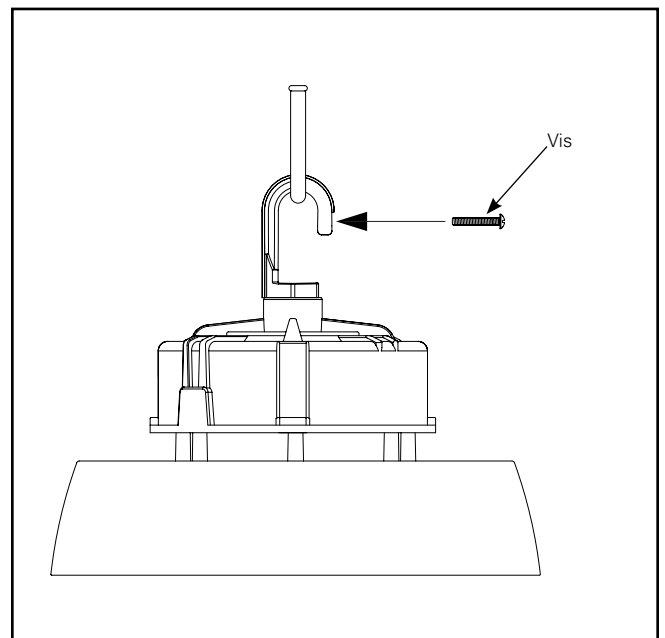

Figure 4.
4. Installez la vis de blocage (Figure 4).